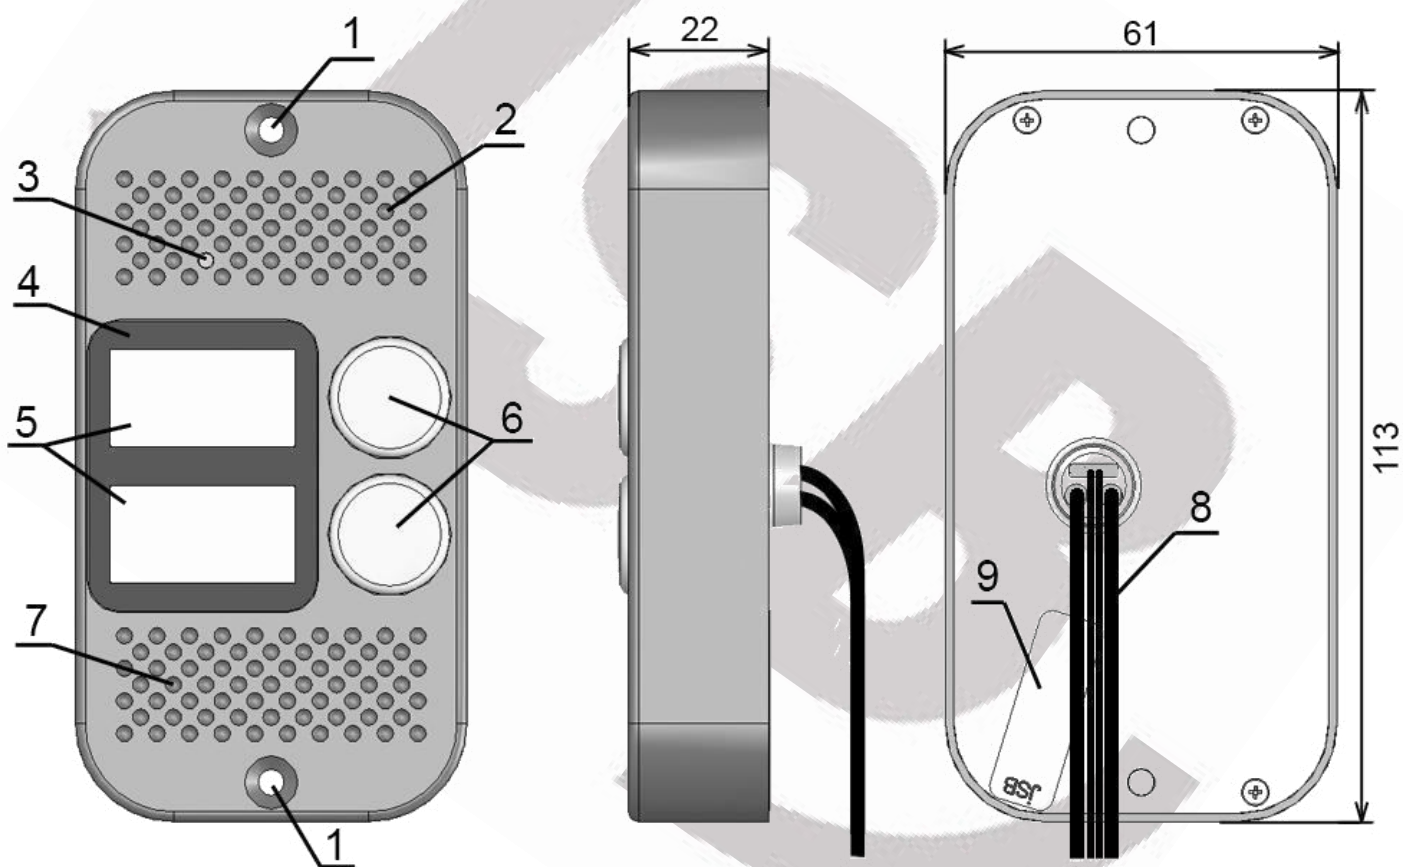

Рис. 1. Назначение основных узлов панели:
6) Распечатать обозначения абонентов на бумаге (номера квартир/офисов, наименование фирм и т.п., размер окон для обозначений 28х14 мм), вырезать, поместить их в окна (поз. 5 на рис. 1) и закрыть защитными стеклами, входящими в комплект поставки.